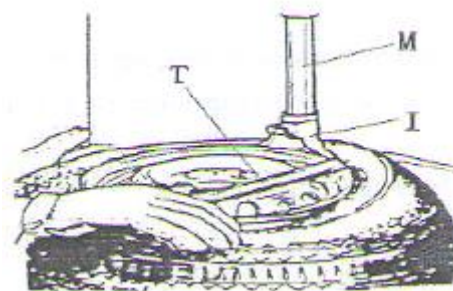

Рис.6
Опустить вертикальную направляющую (M), чтобы монтажная головка (I) оказалась над ободом колеса. Зафиксировать вертикальную направляющую в этом положении с помощью рукоятки блокировки (K). Монтажная головка автоматически поднимается над закраиной обода на 2-3 мм. Вставить монтажную лопатку (T) между бортом шины и передней частью монтажной головки (I), подцепить борт шины на монтажную головку, как показано на рис. 6.
Удерживая монтажную лопатку (T), как показано на рис.6, повернуть стол по часовой стрелке нажатием на педаль (Z). Закончить операцию после полного отделения борта шины. Повторить эту операцию для другой части покрышки. Снять шину с диска колеса.